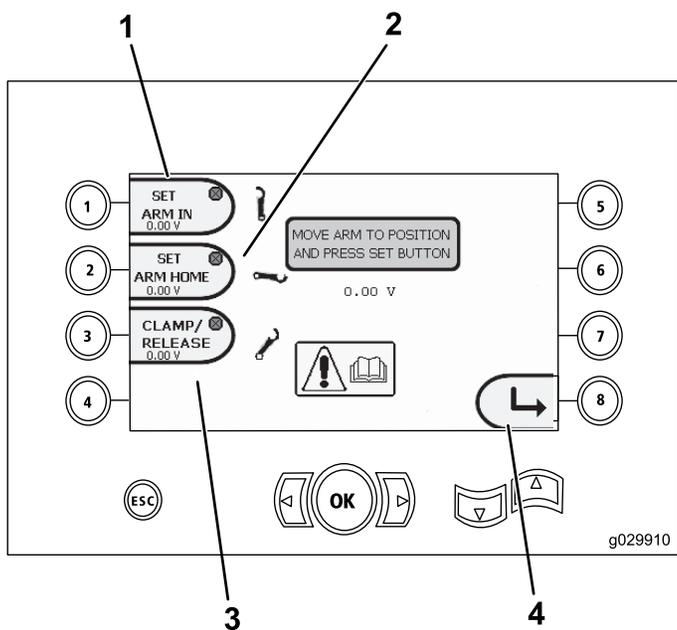

Figura 19
- Botão 1 – Configurar posição Recolhida (Figura 19)
- Botão 2 – Configurar posição Estendida (Figura 19)
- **(Somente a partir da versão K do software)** Botão 3 – Prendimento/Liberação (Figura 19)